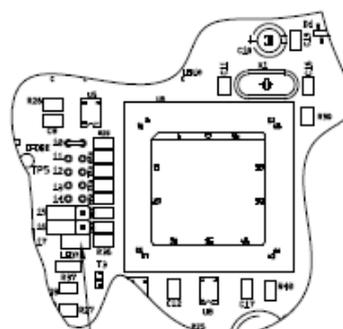

Рисунок 18: расположение джампера - Активация индикации перегрузки
2. Установите джампер на два (2) вывода в точке 17 на основной плате ПК (см. Рисунок 18).